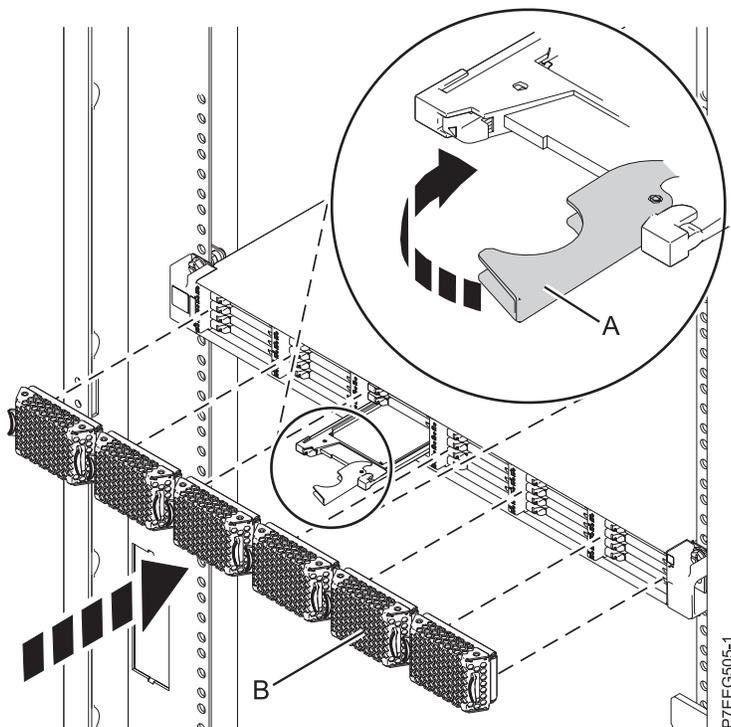

Figura 47. Sustitución de una unidad de estado sólido en Alojamiento de almacenamiento 5888 PCIe.
4. Cuando parpadee el LED de identificación de la unidad de estado sólido, deslice la unidad de estado sólido hasta el fondo de Alojamiento de almacenamiento 5888 PCIe y asegúrese de que queda totalmente encajada. A continuación, gire el asa (A) hasta la posición de bloqueo. Consulte Figura 47.
5. Instale la placa frontal (B).